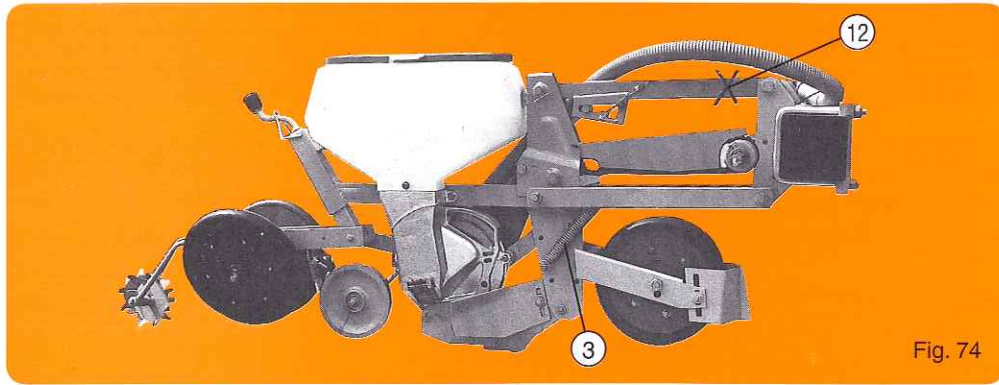

Fig. 74
- Bloc arrière à roues inclinées autonettoyantes 300 x 40 (fig. 74) ou 300 x 25 sur demande. Ce bloc a la particularité de pouvoir être utilisé de 2 façons.
- Soit avec roues inclinées reculées et roulette intermédiaire (fig. 74).
- V self-cleaning rear press wheel 300 x 40 (12 x 1 1/2") (fig. 74) or 300 x 25 on request. This assembly can be used in 2 different ways :
- Either with v press wheels in rear position and intermediate press wheel (fig. 74)
- Bloque trasero de ruedas inclinadas autolimpiantes 300 x 40 (fig. 74) ó 300 x 25 sobre demanda. La particularidad de este bloque es que se puede utilizar de 2 formas :
- Sea con ruedas inclinadas hacia atrás y ruleta intermedia (fig. 74).